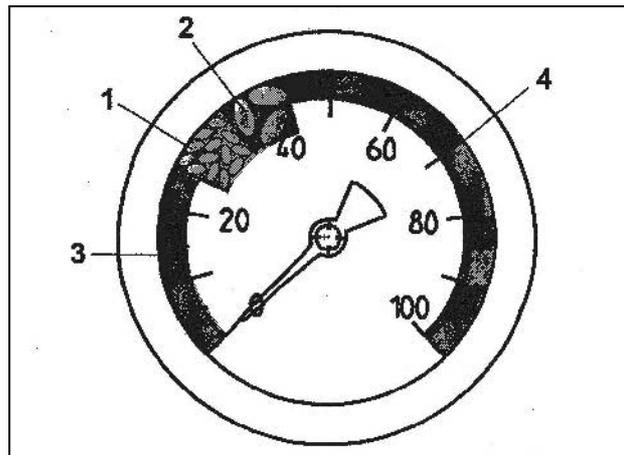

Fig. 93
- 25 et 35 mbars (Fig. 93/1) ou
- entre 35 et 45 (Fig. 93/2) mbars.